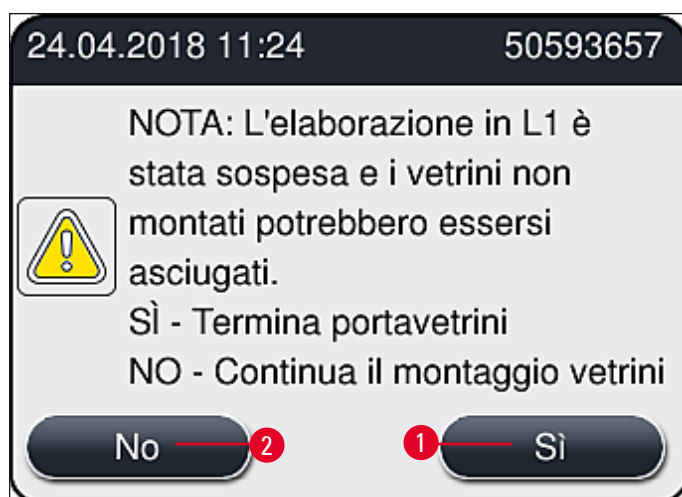

Fig. 111
9. Il software dello strumento esegue una scansione del livello di riempimento. Al termine del controllo l'utente viene avvisato da un messaggio informativo (→ Fig. 111).